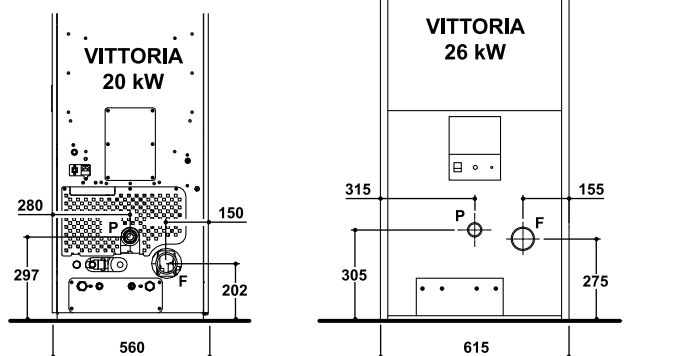

Fig.4
- Posizionare la canna fumaria tenendo conto della posizione del tubo di uscita fumi della caldaia (**fig.4**).